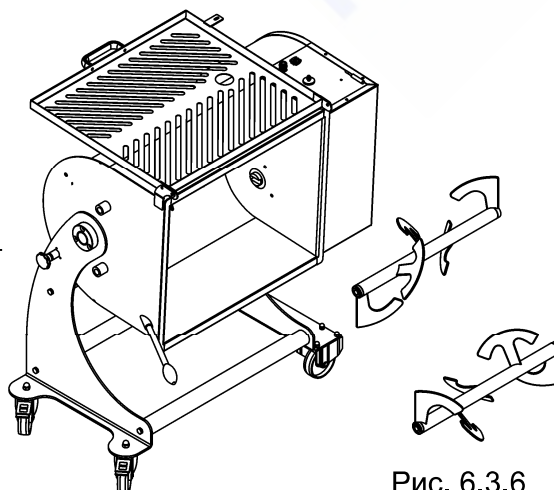

Рис. 6.3.6
- Поверхня тепер гладка та легко очищується. Рис. 6.3.6 Проведіть ретельне очищення машини та, за необхідності, продезінфікуйте її.